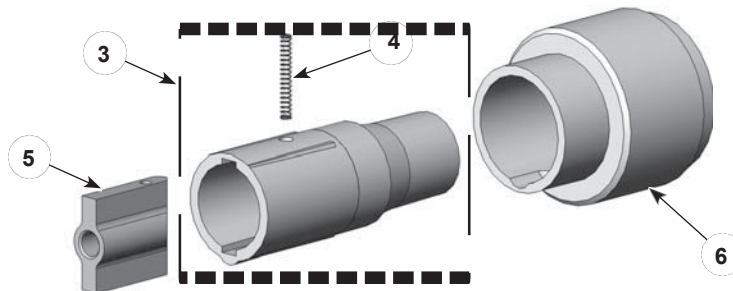

Abbildung 8-3 SD Elektrodenhalterung
C. Siehe Abbildung 8-3 und Teileliste für Reparaturteile für den optionalen SD-Elektrodenhalterungssatz.
Siehe Abbildung 8-3.